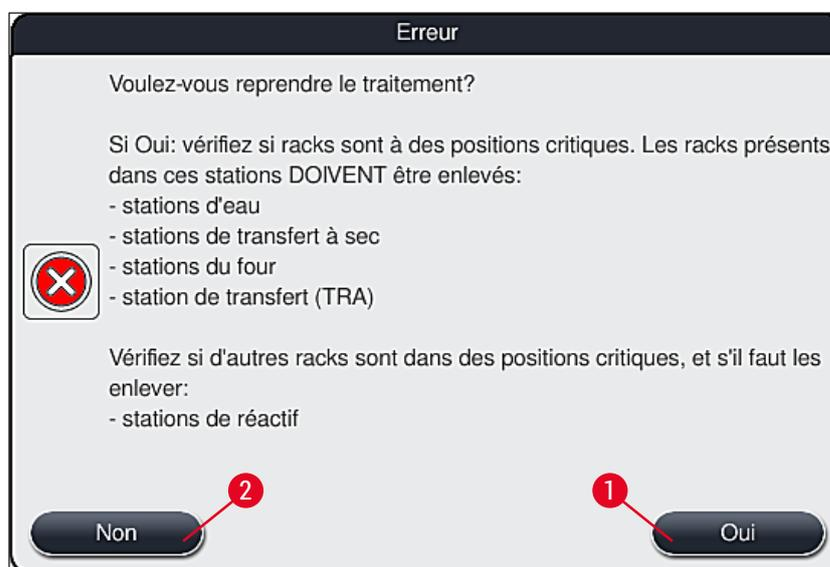

Fig. 110
4. Ensuite, l'utilisateur a la possibilité de reprendre le processus de coloration (→ P. 140 – 8.2.2 Reprendre le processus de coloration après une coupure de courant) ou de l'annuler (→ P. 141 – 8.2.3 Annuler tous les processus de coloration après une coupure de courant) (→ "Fig. 110").
2. Retirer de l'appareil les supports de lames d'importance critique en respectant les consignes du message d'information précédent (→ "Fig. 110"), puis confirmer le retrait en appuyant sur la station correspondante (→ "Fig. 111-1") à l'écran.
L'annulation du processus de coloration et le retour au menu de sélection précédent (→ "Fig. 110") peuvent être annulés en appuyant sur la touche **Annuler** (→ "Fig. 112-2").